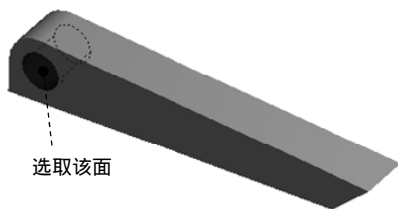

图 7.6.63 定义接触面
(1) 选择命令。在“Outline”窗口中右击 **Contacts** 节点，在弹出的快捷菜单中选择 **Insert** → **Manual Contact Region** 命令，弹出“定义接触参数”对话框。
(2) 定义接触面。在 **Scope** 区域中单击以激活 **Contact** 后的文本框，选取图 7.6.63 所示的圆柱面为接触面（两个面），单击 **Apply** 按钮。